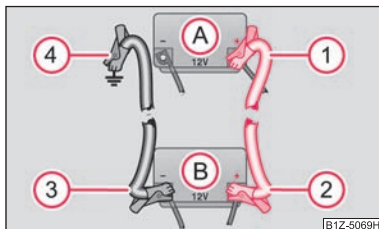

Fig. 140 Ayuda de arranque con la batería de otro vehículo: A - batería descargada del vehículo, B - batería auxiliar
- Conecte un extremo ① al polo positivo ⇒ fig. 140 de la batería descargada (A).
- Conecte el otro extremo ② al polo positivo de la batería auxiliar (B).